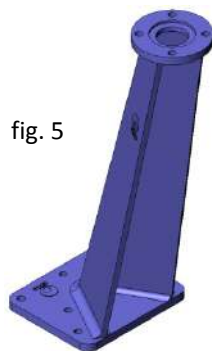

fig. 5
- Colonne de manœuvre inclinée (fig. 5)